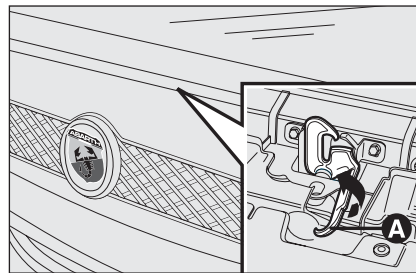

fig. 89
- tirare la levetta **A-fig. 89** come indicato in figura;